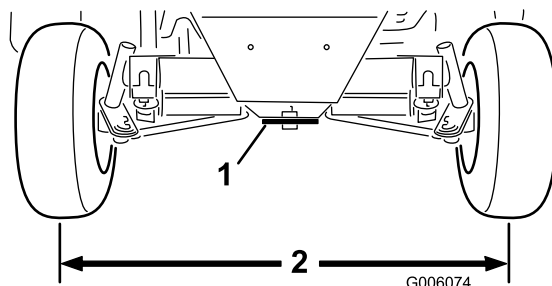

Figure 65
2. Réglez les biellettes jusqu'à ce que l'entraxe soit identique à l'avant et à l'arrière des roues arrière (Figure 65).